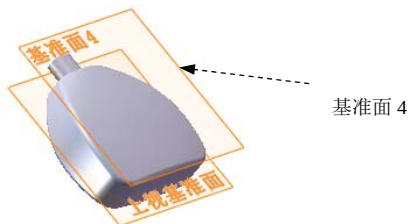

图 3.30.15 基准面 4
Step13. 创建图 3.30.15 所示的基准面 4。选择下拉菜单 **插入(I)** → **参考几何体(G)** → **基准面(E)...** 命令；采用系统默认的偏移方向；选取上视基准面为参考实体，偏移距离为 35.0。